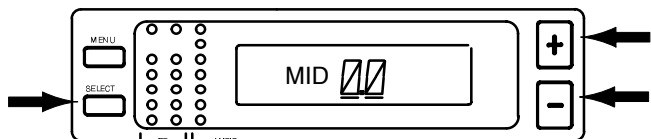

FIGURA 27
3. Oprima el botón de SELECCION para desplegar en pantalla el nivel de silenciamiento actual, mostrado en la Figura 27 (el valor programado en fábrica es 0.0).